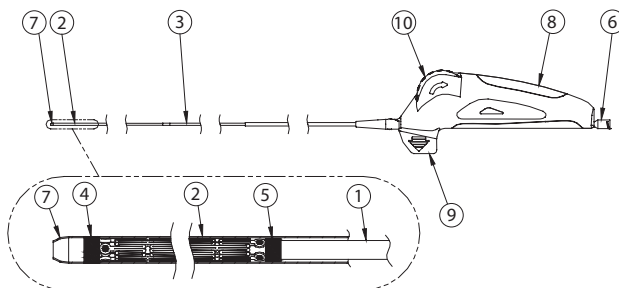

Abbildung 1. Das Einführsystem Entrust
Das Einführsystem Entrust ist mit einem dreischigen Schaftdesign versehen, das aus einem Innenschaft (1), einer silbernen zurückziehbaren Außenhülse (2) und einer goldenen Isolierhülse (3) zur einfachen Freisetzung (siehe **Abbildung 1**) besteht. Der ergonomische Freisetzungsriff (8) verfügt über einen entfernbar Sicherungsstift (9), ein Freisetzungsrad (10) und einen Luer-Anschluss (6).